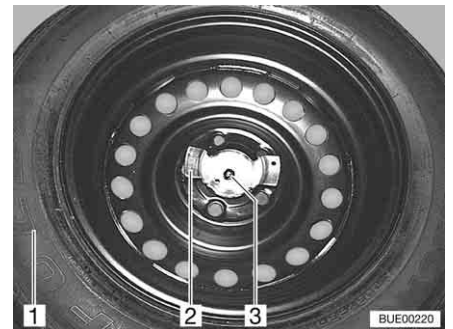

Fig. 215 Fixation de la roue de secours
- Dévisser les deux écrous (Fig. 215,2 et 3).
- Retirer la roue de secours (Fig. 215,1) de son étrier.